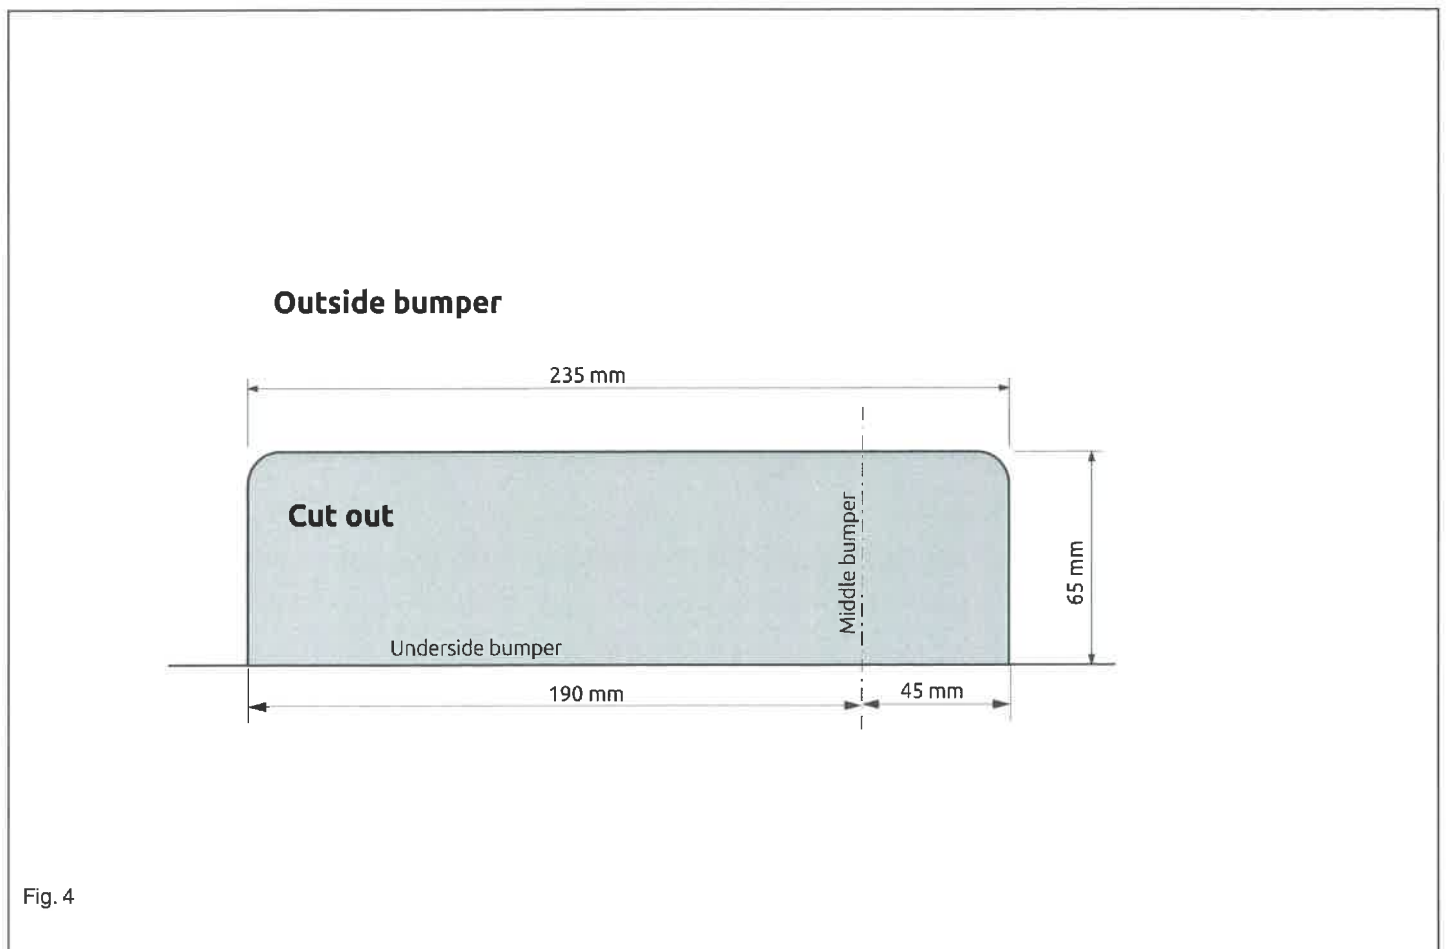

Fig. 4
9. Saw out the portions as indicated in fig. 4 and 4a.
9. Gemäß Abb. 4 und 4a die angegebenen Teile heraussägen.
9. Scier les parties indiquées conformément à la figure 4 et 4a.